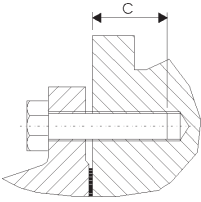

Figura 3
- Para el montaje del contador en la tubería se deben utilizar tornillos según DIN 931. La longitud de los tornillos se debe elegir de manera que esté garantizada una longitud de atornillamiento de C mm (tabla 2) en el contador (figura 3). El par de apriete máximo está definido en la Tabla 2.